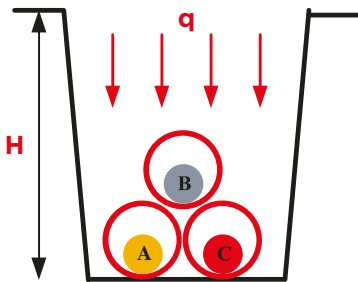

Рис. 58. Воздействие на трубу вертикальной нагрузки  $q$  (в качестве примера показан пучок из трех труб с кабелями фаз А, В, С)
- $q$  — вертикальная нагрузка на трубу, кН/м2 (рисунок 58);